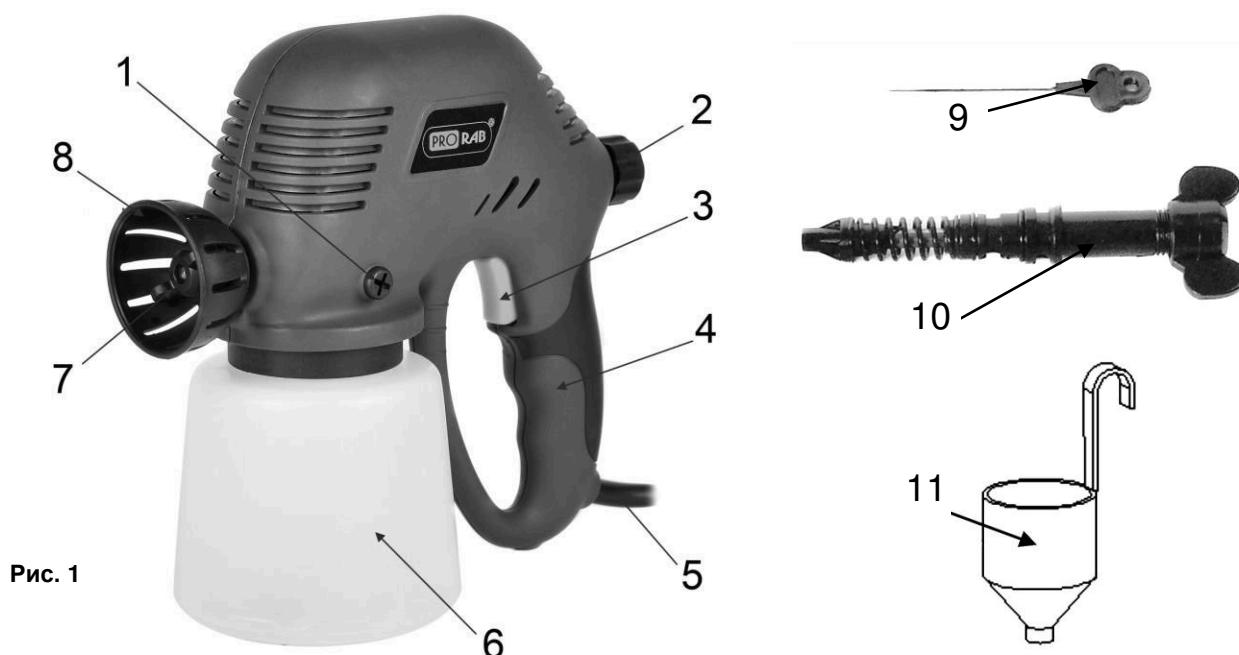

Рис. 1
- Для определения густоты краски, в комплект поставки входит специальная воронка (11)(См. Рис.1).
- Установите бачок для краски (6)(См. Рис.1) на ровной поверхности.
- Пометите над ним воронку (11)(См. Рис.1), как показано на рисунке 2.
- Для включения краскораспылителя нажмите клавишу (3)(См. Рис.1). Для выключения - отпустите клавишу.
- Включите краскораспылитель и поверните регулятор струи (2)(См. Рис.1) против часовой стрелки, до тех пор, пока не будет оптимальной формы пятна распыления.